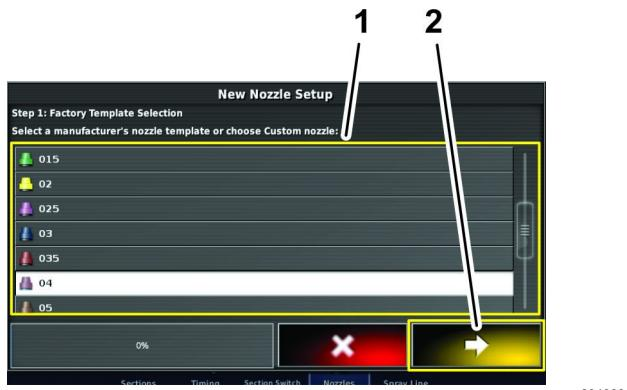

图 77
5. 在新喷嘴设置屏幕的第 1 步按照出厂模板选择中列出的喷洒率或颜色按下新喷嘴的图标 图 77。